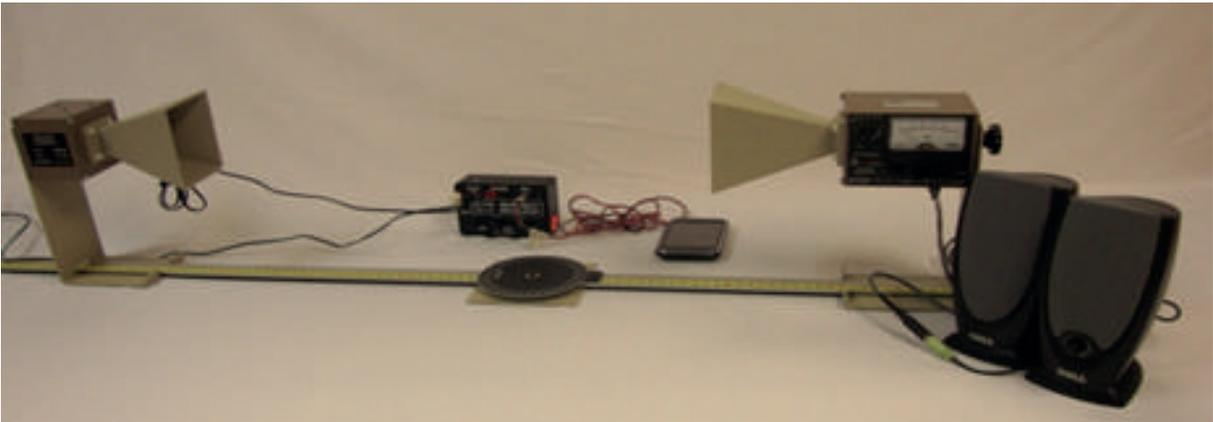

Figura 9.4. Transmisión de una señal de audio por medio del equipo de microondas
c) El dispositivo armado queda como se muestra en la figura 9.4.